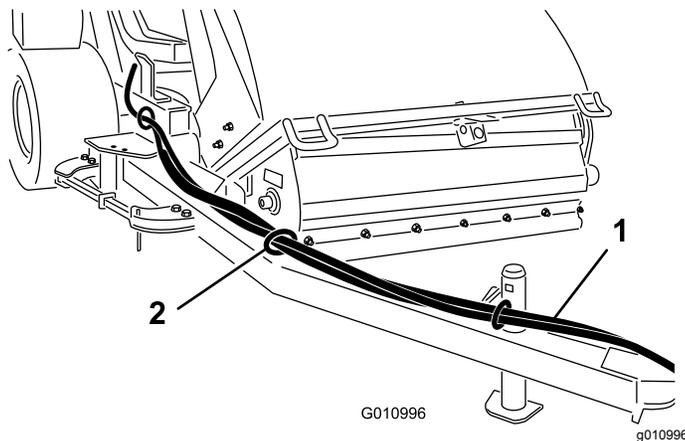

图11
1. 将液压软管和线束穿过挂钩牵引杆前面的软管导向架图11。